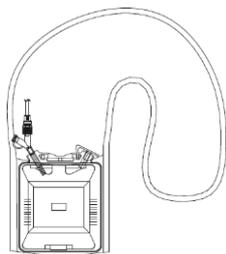

図 9
1. 必要に応じポンプ (フラップ型) をポシエットにしっかりと収納する。(図 9)